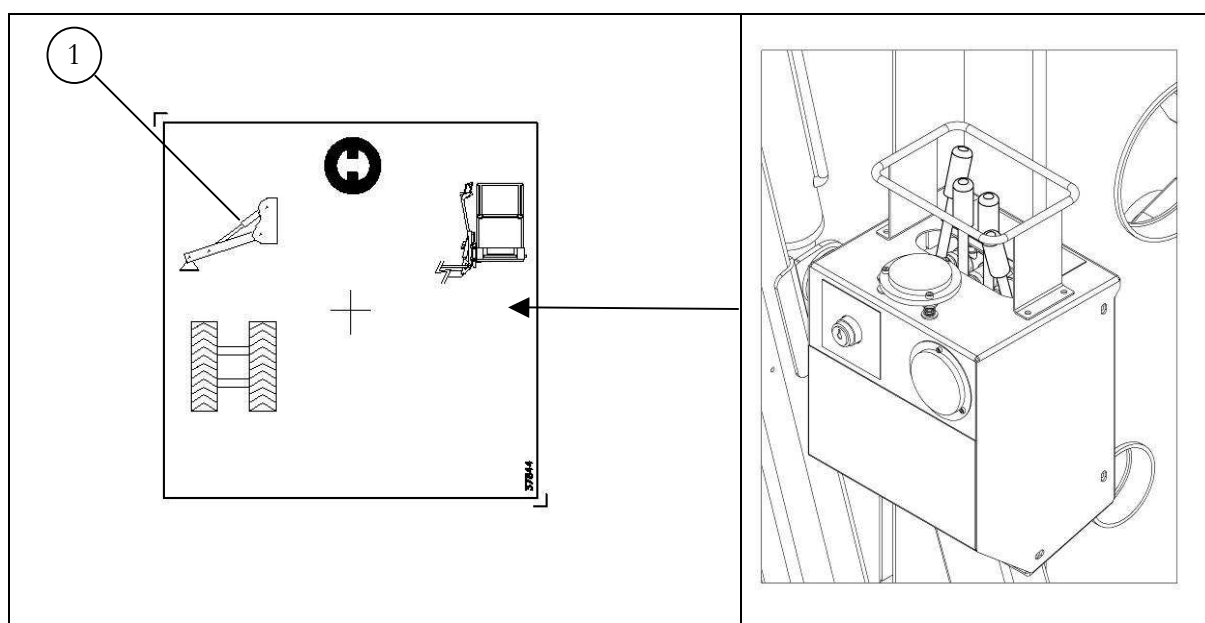

fig.4.3.2
- Kontrollieren, ob die Steuerung in Funktion Stützen/Fortbewegen geschaltet ist (pos.1 fig.4.3.2)